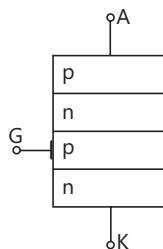

Bild 10.11 Grundaufbau eines p-gesteuerten Thyristors (katodenseitig steuerbare Thyristortriode)
Der Aufbau des häufigsten Thyristortyps ist in Bild 10.11 dargestellt. Das Vierschichtkristall hat drei Elektroden: *Anode* (A), *Katode* (K) und *Steueranschluss* (G). Wegen dieser drei Elektroden wird das Bauteil auch *Thyristortriode* genannt.